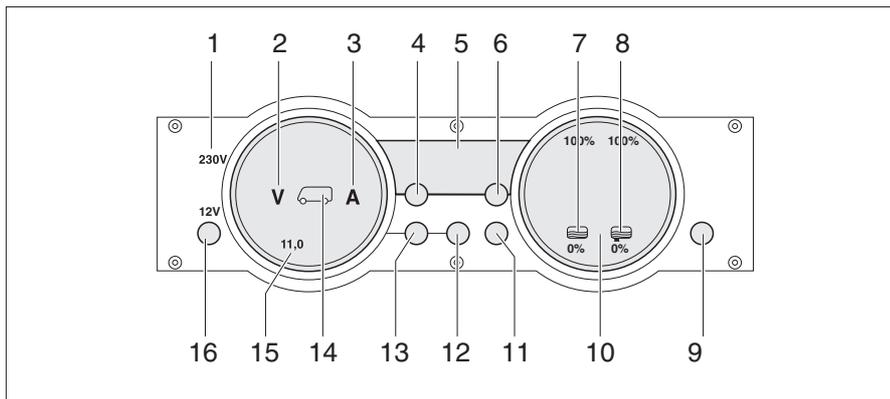

Fig. 250 Pannello di controllo MP 20-S
La spia di controllo 230 V (Fig. 250,1) si accende quando all'ingresso della centralina elettrica è presente una tensione di rete.
L'interruttore principale 12 V (Fig. 250,16) inserisce o disinserisce il pannello di controllo e l'alimentazione a 12 V dell'abitacolo.
- Premere brevemente il tasto "12 V" (Fig. 250,16). L'alimentazione a 12 V dell'abitacolo è inserita. L'indicatore di controllo "12 V" si accende.
- ▷ Se dopo l'accensione il LED "11,0" dell'indicatore dei volt e il simbolo dei Volt "V" (Fig. 250,2) lampeggiano nell'indicatore delle batterie (Fig. 250,15), la tensione della batteria dell'abitacolo è insufficiente. Caricare la batteria.
- ▷ Se dopo l'accensione l'indicatore di controllo "12 V", il simbolo della batteria dell'abitacolo (Fig. 250,14) e il simbolo dei Volt "V" (Fig. 250,2) lampeggiano per tre volte, significa che la separazione della batteria è attivata. Disattivare la separazione della batteria.
- Premere brevemente il tasto "12 V" (Fig. 250,16). L'alimentazione a 12 V dell'abitacolo è disinserita. L'indicatore di controllo "12 V" si spegne.
- Premere il tasto della batteria dell'abitacolo (Fig. 250,12) e tenerlo premuto per circa 10 secondi. Il simbolo dei Volt "V" (Fig. 250,2) e il simbolo degli Ampere "A" (Fig. 250,3) lampeggiano tre volte. La batteria dell'abitacolo è separata dalla rete di bordo a 12 V.
- Premere il tasto "12 V" (Fig. 250,16) e tenerlo premuto per 5 secondi. Il simbolo dei Volt "V" (Fig. 250,2) lampeggia tre volte. La batteria dell'abitacolo è collegata alla rete di bordo a 12 V. L'indicatore di controllo si accende dopo circa 2 secondi.
- Premere il tasto della batteria dell'abitacolo "🔋" (Fig. 250,12). Il simbolo dei Volt "V" (Fig. 250,2) si accende. Il simbolo degli Ampere "A" si accende con luce bianca o rossa a seconda del livello di carica o scarica delle batterie. La tensione della batteria e la corrente della batteria dell'abitacolo sono indicate dai LED sul pannello di controllo.
- Premere il tasto della batteria di avviamento "🔋" (Fig. 250,13). Il simbolo dei Volt "V" (Fig. 250,2) si accende. La tensione della batteria della batteria di avviamento viene indicata attraverso i LED nell'indicatore.
- Premere il tasto dei serbatoi "  " (Fig. 250,11). I simboli del serbatoio dell'acqua "  " (Fig. 250,7) e del serbatoio delle acque grigie "  " (Fig. 250,8) si accendono. I livelli di riempimento del serbatoio dell'acqua (scala a sinistra) e del serbatoio delle acque grigie (scala a destra) vengono visualizzati mediante i LED nell'indicatore.
Il simbolo Volt "V" (Fig. 250,2) e il LED "11,0" iniziano a lampeggiare non appena la tensione della batteria scende al di sotto di 11 V (misurazione durante il normale esercizio) con conseguente rischio che la batteria si scarichi totalmente.